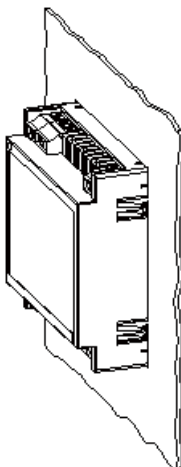

Figura 3: Insertar el equipo hasta el final.
3.- Insertar hasta el final y fijar el equipo a través del resorte (**Figura 3**).